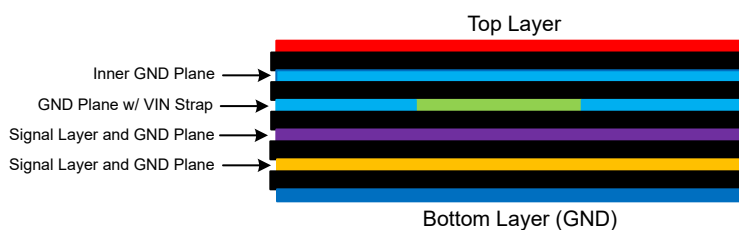

图 8-95. PCB 布局示例
- 使用足够多的接地过孔：必须使用多个接地过孔（拼接）。此举可为稳压器提供低阻抗接地连接和低阻抗散热路径。这在输入电容器接地端周围尤其重要。稳压器的 DAP 下方也需要散热接地过孔，从而延伸到 PCB 的两侧。以 LM654B0EVM 为例。（图 8-95 仅用于说明接地过孔的数量和布置）